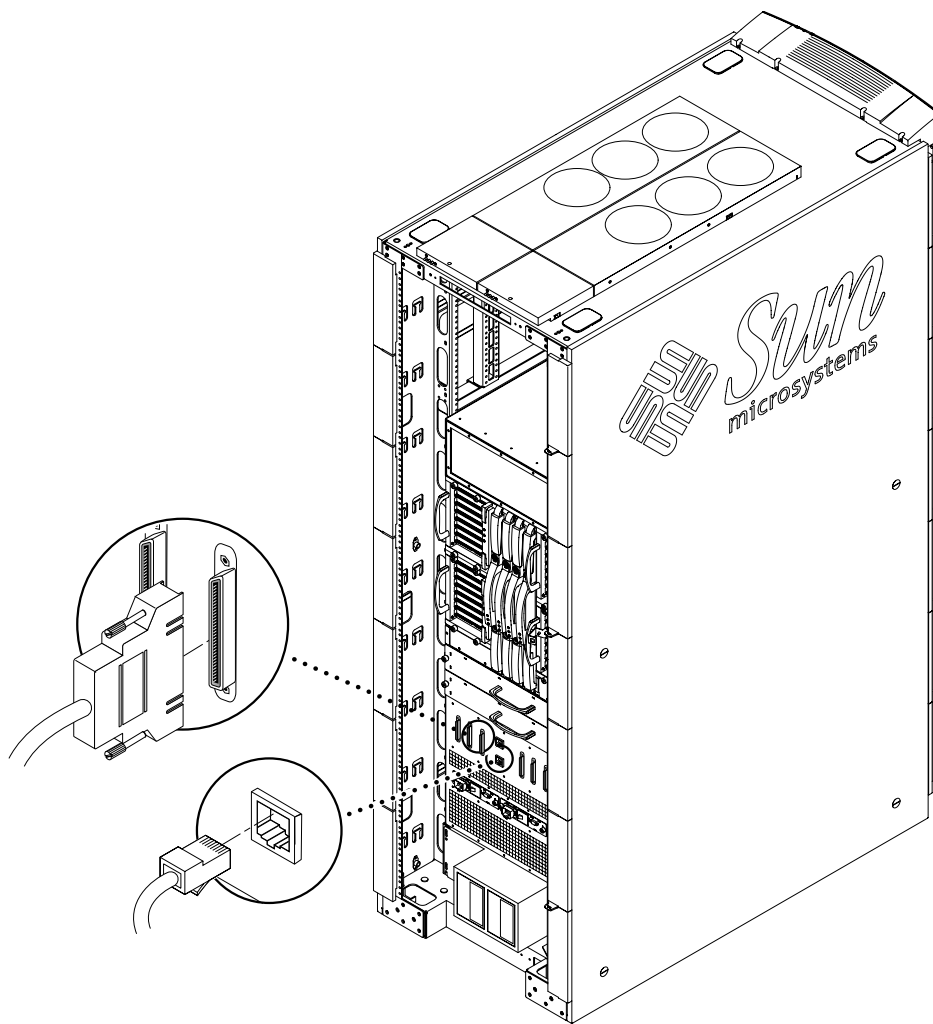

図 2-11 パッチパネルの基本 TTYa シリアルポートおよび基本 Ethernet 接続
1. 各 I/O ケーブルの一方の端を I/O アセンブリの適切なカードに接続します (図 2-11)。
1. シリアルケーブル (TTYa またはヌルモデム) の一方の端を、パッチパネル上の基本シリアルポートに接続します (図 2-11)。
1. シールド付きカテゴリ 5 Ethernet ケーブルの一方の端を、パッチパネルの基本 RJ-45 Ethernet ポートに接続します (図 2-11)。